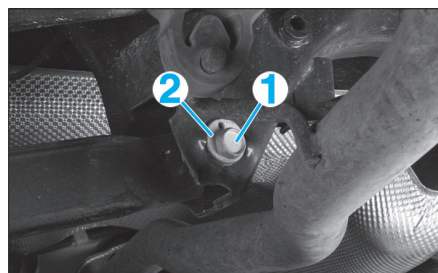

Fig. 3
- Si la valeur mesurée est hors tolérance, desserrer l'écrou (1) (Fig.3) de came de réglage (2) du bras longitudinal.
- Agir sur la came de réglage (2).
- Serrer l'écrou de came de réglage (1).